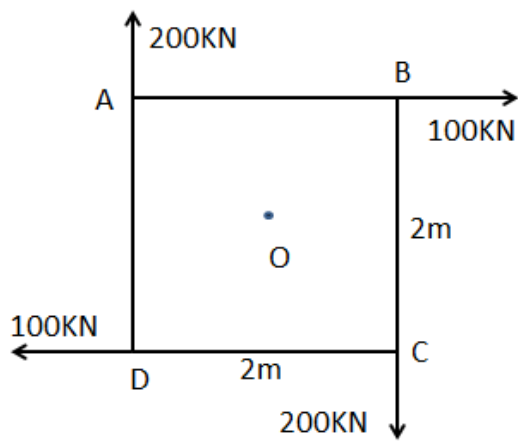

Figure -1
- (1) સમતલીય અસંગામી બળ પ્રણાલી માટે સમતોલનની શરતો જણાવો.
- (2) Find magnitude of the resultant force for the system of forces shown in the **Figure-1**. Also, compute moment at the centre (O).
- (2) **Figure-1**માં દર્શાવેલ બળ પ્રણાલી માટે પરિણામી બળનું મુલ્ય શોધો અને આકૃતિ નાં કેન્દ્ર (O) પર બળધ્રુણનું મુલ્ય પણ મેળવો.
- (3) Write the equation to find centroid (X and Y) of 2D geometrical shapes of : a) Rectangular b) Right angle triangle c) Circle